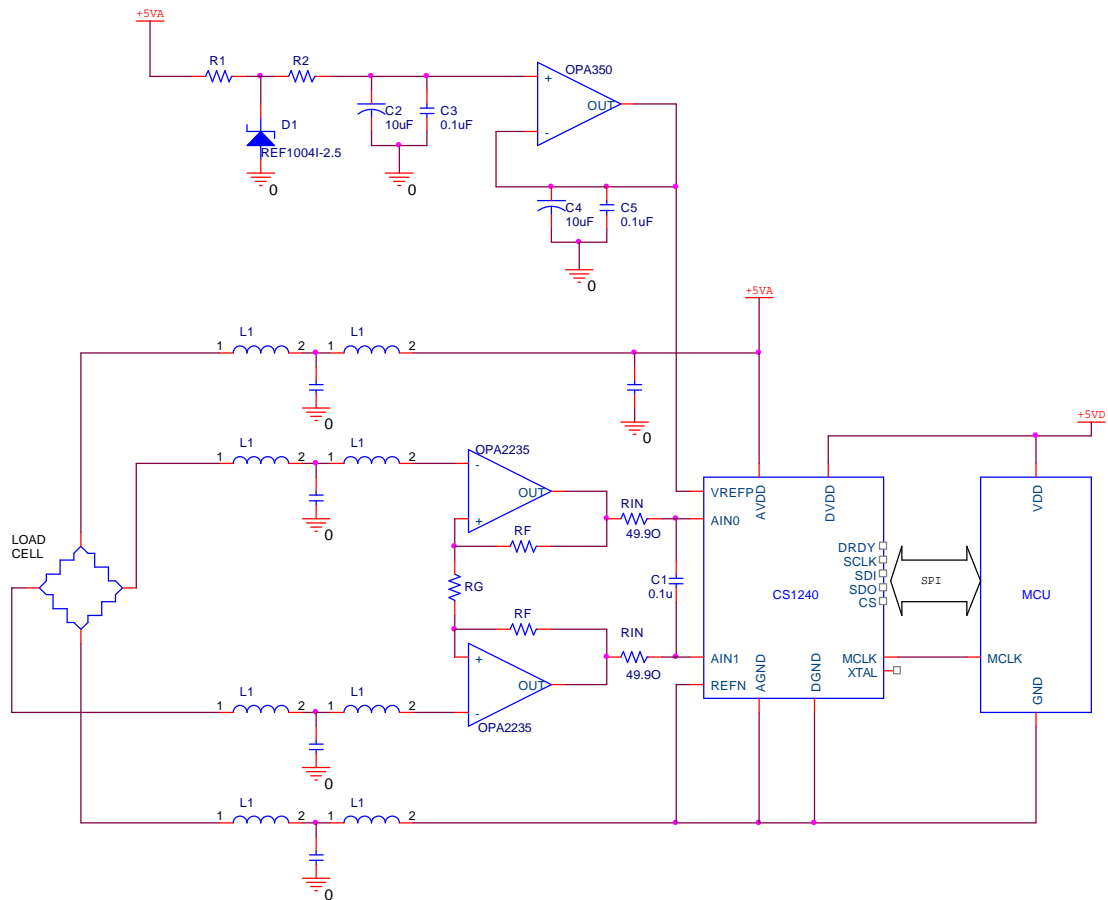

图1 CS1240 应用于高精度电子秤中
CS1240 的典型应用方案如图 1 所示
1. CS1240 在 PGA 增益比较高的时候，精度会比较差，因此在高精度应用场合，应该尽量使用外部增益，如图 1 所示，外部增益的值为：